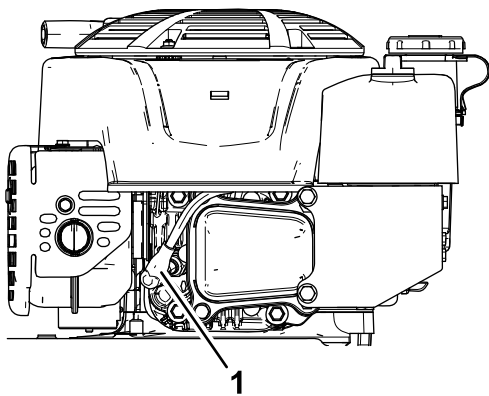

Figura 28
2. Scollegate il cappello dalla candela (Figura 28).